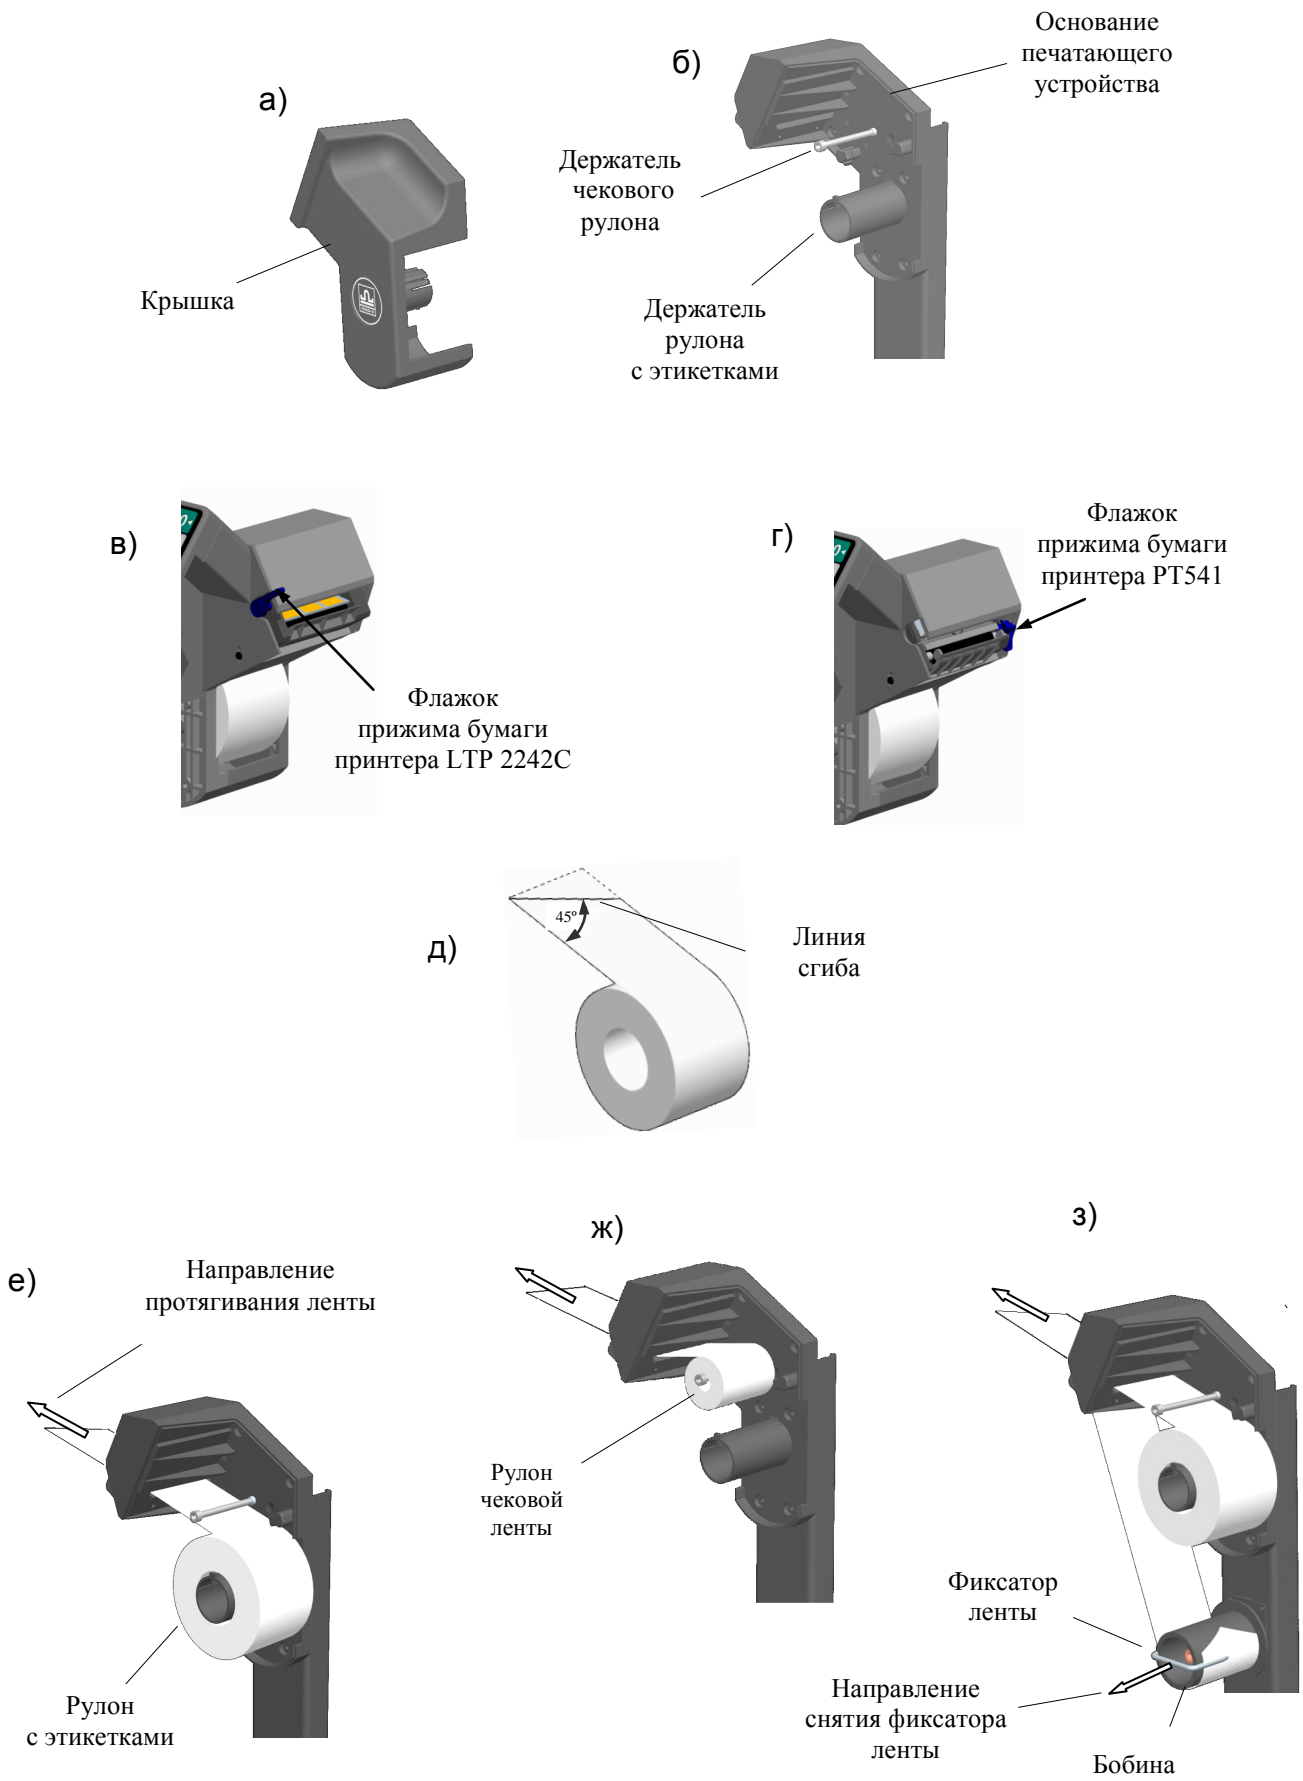

Рис. 2.3 - Установка рулонов в терминалах RP и R2P
- Легким рывком снять крышку печатающего устройства (Рис. 2.3 а, б).
- Поднять флажок прижима бумаги (Рис. 2.3 в,г).
- Плотно согнуть конец бумажной ленты нового рулона под углом 45° (Рис. 2.3 д).
- Надеть рулон на соответствующий держатель (Рис. 2.3 е, ж).
- Протянуть согнутый конец ленты через принтер в направлении, указанном стрелками (Рис. 2.3 е, ж).
- Снять фиксатор с бобины (Рис. 2.3 з).